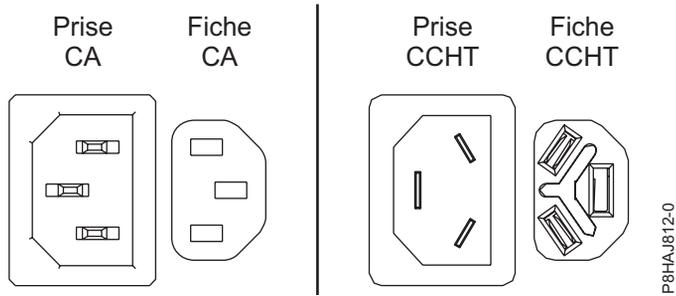

Figure 26. Connecteurs CA et CCHT
- Le cordon d'alimentation est fixé au système au moyen d'attaches velcro (A). Si vous placez le système en position de maintenance après avoir débranché les cordons d'alimentation, veillez à desserrer l'attache velcro.
La figure 26 illustre les connecteurs pour courant continu (AC) et pour courant continu haute tension (CCHT) pris en charge.